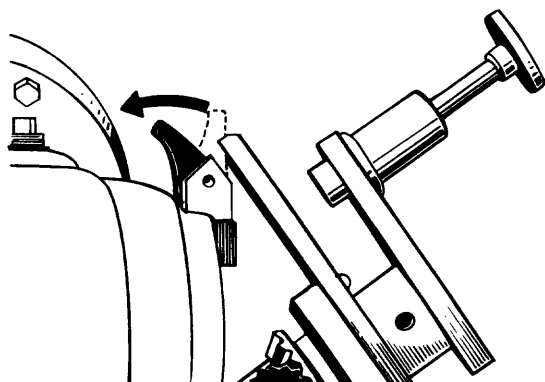

Fig. 2
- 3º paso - *Libere el plato perforado de forma que pueda girar libremente sobre el eje de la manivela (fig. 2).*